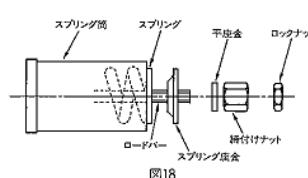

図18
11. ロードバーにスプリング座金(凸側をスプリング方向にして下さい)、平座金を通して、締付けナットで締付けて下さい(図18参照)。この場合以下に示す状態になるよう締付量で締付け下さい。但し最大可能締付量は45mm。